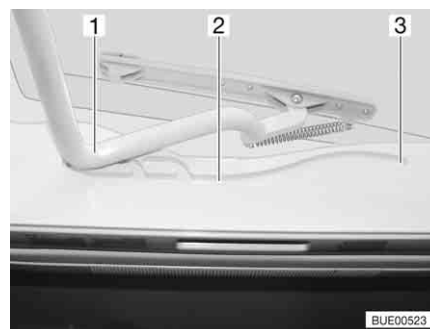

Bild 111 Heki-taklucka, spår
- Dra in bygel (Bild 111,1) i spåren (Bild 111,2) till den bakersta positionen (Bild 111,3).
- Tryck bygel (Bild 111,1) lätt uppåt med båda händerna.
- Drag bygel till önskad position i spåret (Bild 111,2).